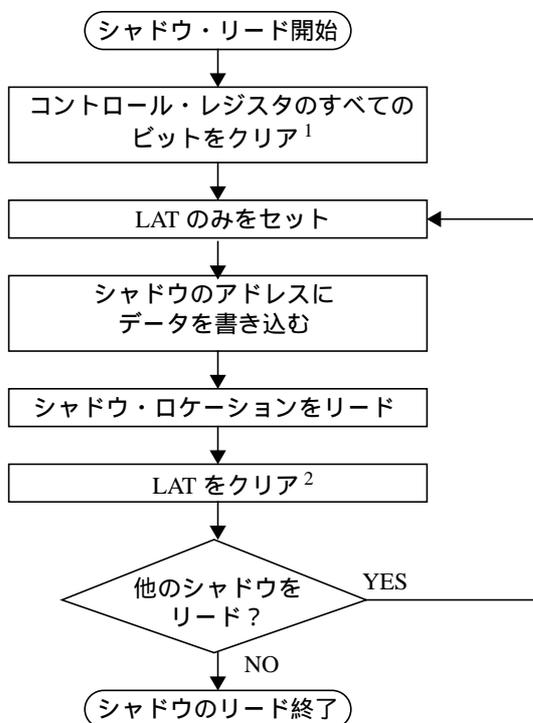

図 51 シャドウ・レジスタの読出し方法
10. マージン・フラグがまだセットされていない場合、消去選択したブロック (ブロック消去) またはアレイ全体 (一括消去) を読み出してすべてのロケーションが消去されているかを検証します。一括消去の場合はシャドウの検証も行います。詳しくは図 51 「シャドウ・レジスタの読出し方法」を参照してください。TFMCR のシャドウの消去値は \$BFFF ですので注意してください。